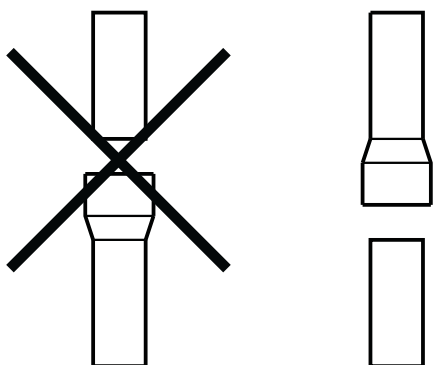

Fig. 5.5.2
- I tubi devono essere collegati con l'attacco femmina verso il basso per garantire la tenuta al fumo e la condensa mediante guarnizione (Fig. 5.5.2).
- the pipes must be connected with a female fitting downwards to guarantee it is smoke and condensate tight with a seal (Fig. 5.5.2).
- Die Rohre müssen mit der Muffe nach unten angeschlossen werden, damit kein Rauch bzw. Kondenswasser (Dichtung vorsehen) austreten kann (Abb. 5.5.2).